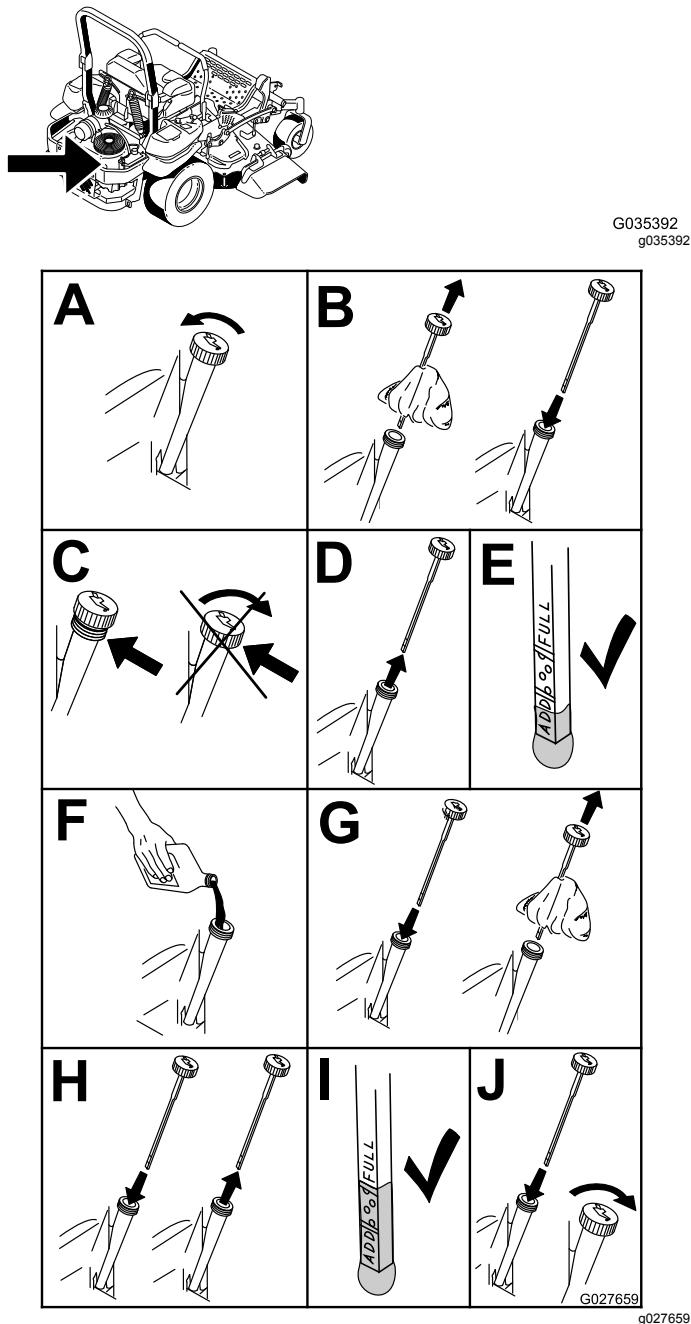

Figure 56
2. Avant de quitter la position d'utilisation, coupez le moteur, retirez la clé de contact et attendez l'arrêt complet de toutes les pièces mobiles (Figure 56).